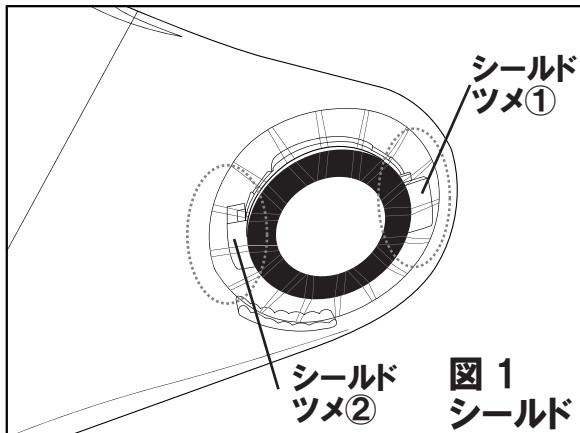
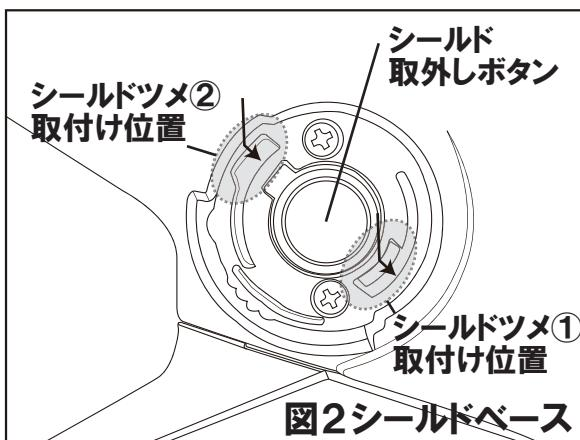

図1 シールド
図2 シールドベース
●図1 シールドツメ①を図2 シールドツメ①取付け位置の矢印の方向に差し込み、その状態で、図1 シールドツメ②を図2 シールドツメ②取付け位置の矢印の方向にカチッというまで差し込んでください。